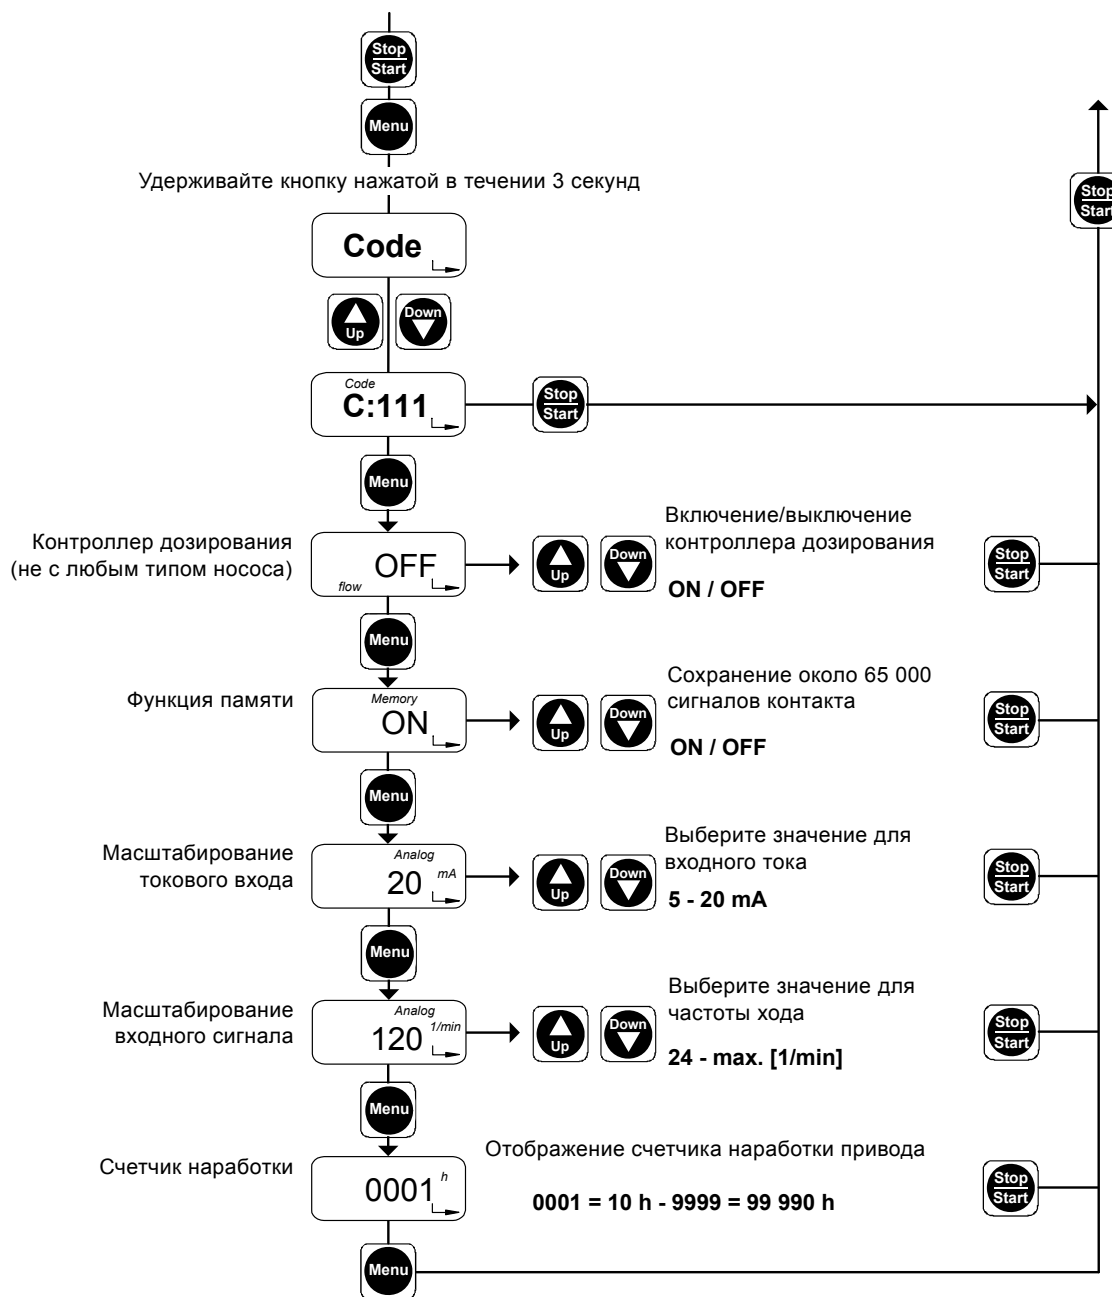

Рис. 27 Второй функциональный уровень
2. Кнопки "Вверх" и "Вниз" используются для изменения параметров в соответствующем меню, как показано на рис. 27.